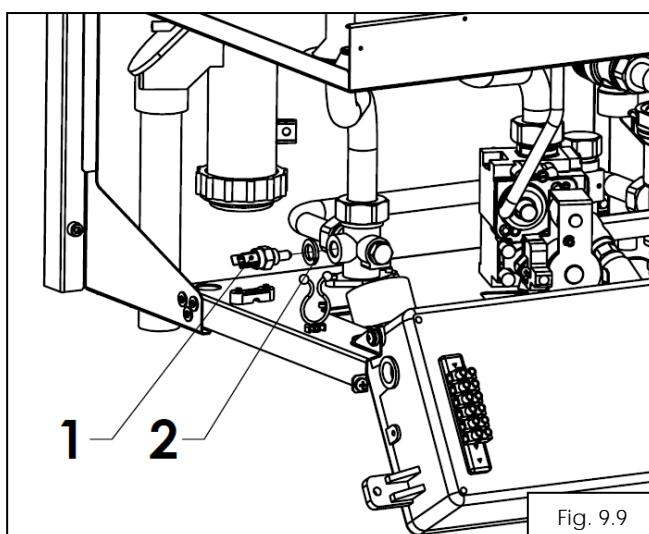

Fig. 9.9
Daca ambele verificari sunt pozitive se inlocuieste senzorul de temperatura de pe turul circuitului de termoficare (vezi fig.9.9).
Inlocuirea senzorului de pe circuitul de termoficare (1) fig.9.9 presupune urmatoarele operatii:
- se deconecteaza senzorul (1);
Daca rezultatul verificarilor este pozitiv se inlocuieste senzorul de temperatura de pe turul circuitului de termoficare (vezi fig.9.9).